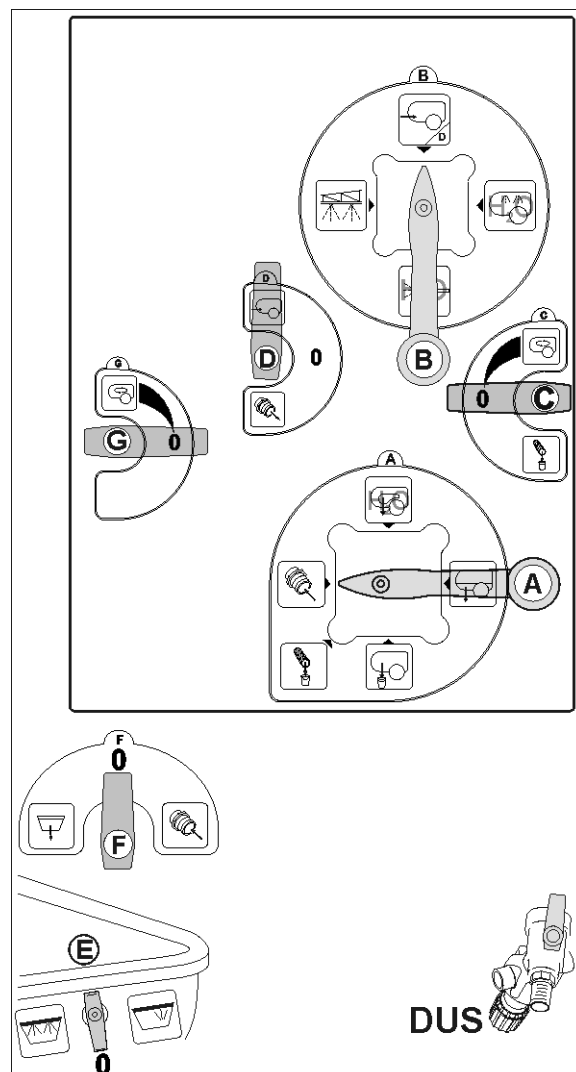

Рис. 135
6. Отверните крышку всасывающего фильтра (**Рис. 135/2**).
7. Активизируйте клапан сброса давления на всасывающем фильтре (**Рис. 135/1**).
8. Снимите крышку с всасывающим фильтром (**Рис. 135/3**) и обмойте ее водой.